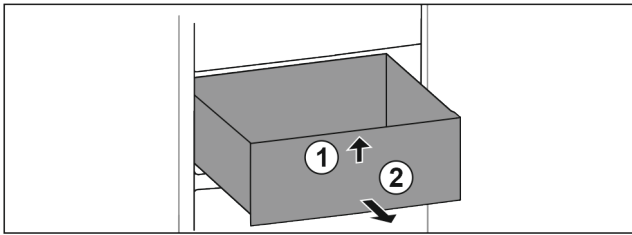

Fig. 15
- ▶ Приподнимите выдвижной ящик спереди. Fig. 15 (1)
- ▶ Извлеките выдвижной ящик движением вперед. Fig. 15 (2)